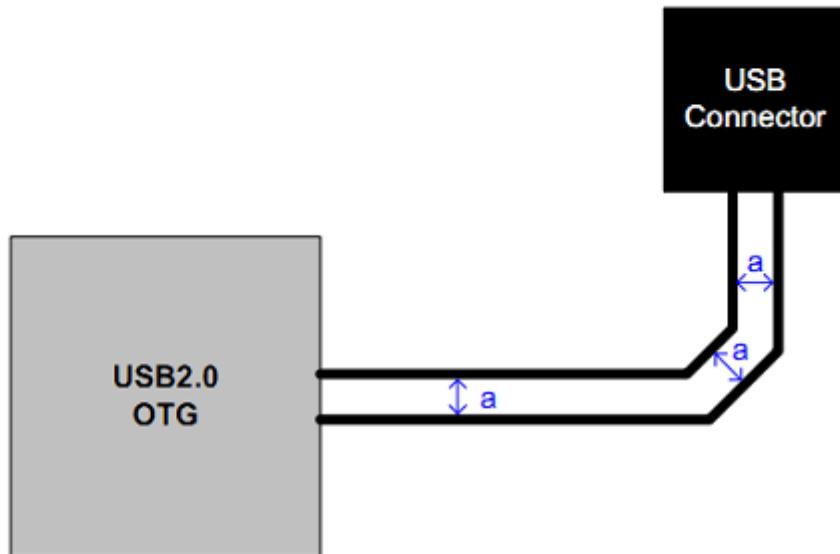

图10-3
- USB的信号走线必须严格遵循差分规则要求走线。走线拐角尽量用弧线或者钝角，不能为直角或锐角，阻抗要求 $Z=90 \pm 10\text{ohm}$ ，如图10-3；